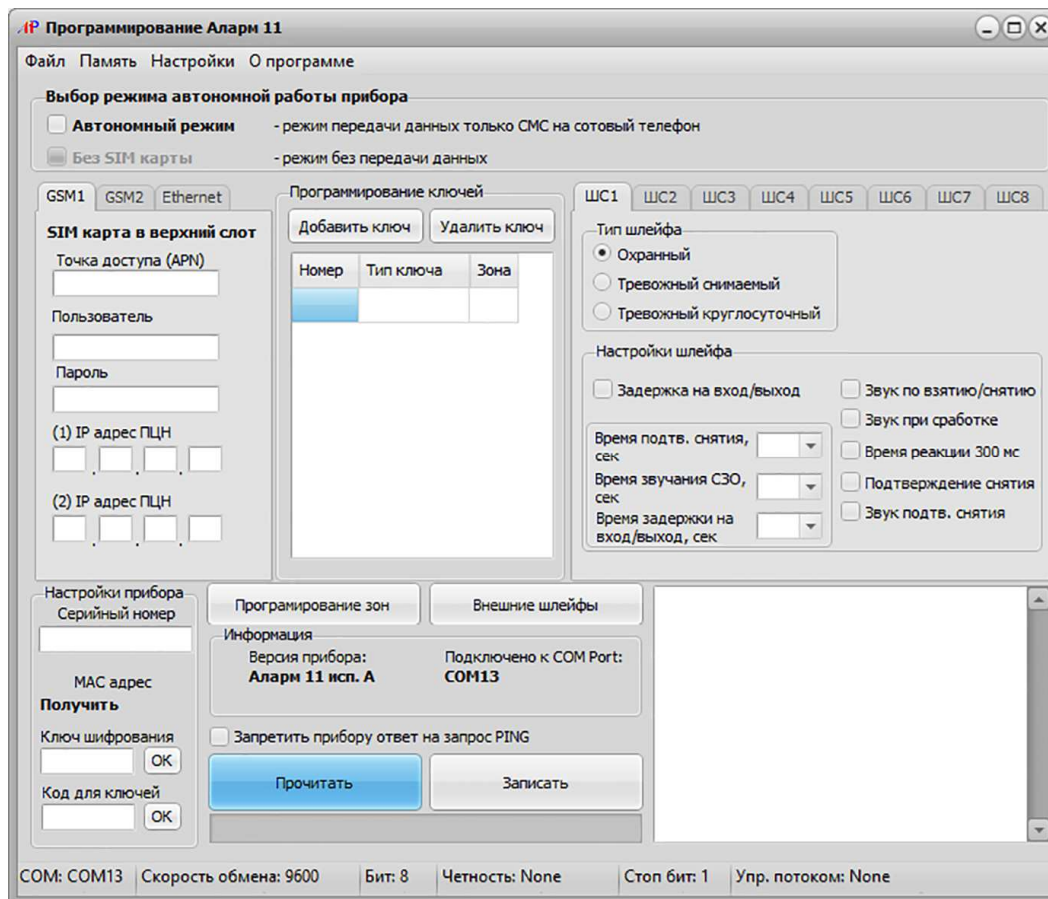

Рисунок 8
3.1.3 В результате выполнения этой команды на экране ПЭВМ появится основное окно «Программирование Аларм-11» (рисунок 8).